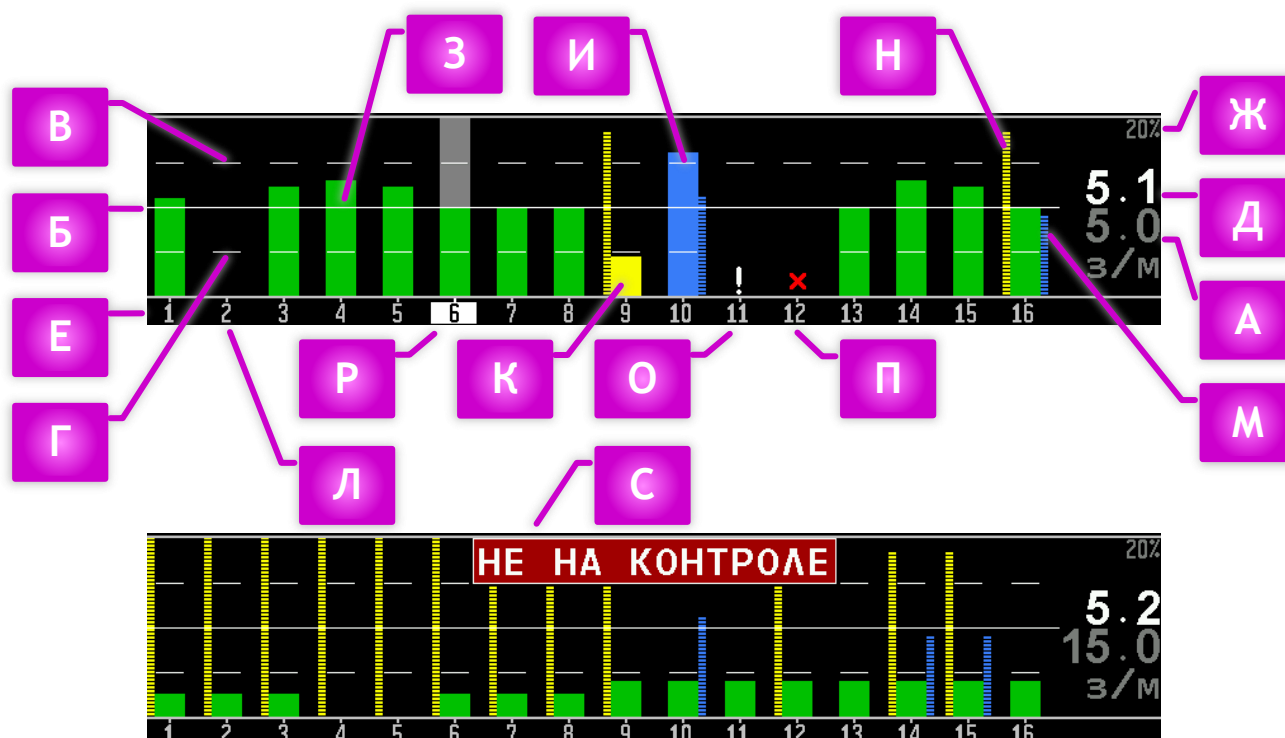

РИСУНОК 5 ДИАГРАММА КОНТРОЛЯ ВЫСЕВА В РЕЖИМЕ КОНТРОЛЯ «ТОЧНЫЙ»
Для режима контроля «Точный» диаграмма состоит из следующих элементов (см. «Рисунок 5»):
[Ж] Показывает заданное значение параметра «Масштаб Пид, %» (масштаб пропусков и двойников) из меню настроек «Параметры диаграммы» (см. пункт 4.8.2.3). Высота столбиков пропусков (см. «Рисунок 5» [Н]) и двойников (см. «Рисунок 5» [М]) пропорциональна их текущему уровню в заданном масштабе.
- Зеленым цветом (см. «Рисунок 5» [З]), если поток семян в пределах допустимого отклонения от заданной нормы (нормальное состояние).
- Синим цветом (см. «Рисунок 5» [И]), если поток семян больше максимального допустимого отклонения от заданной нормы (аварийное состояние).
- Желтым цветом (см. «Рисунок 5» [К]), если поток семян меньше минимального допустимого отклонения от заданной нормы (аварийное состояние).
[М] Синий пунктирный столбик диаграммы показывает уровень двойников по данному сошнику (на рисунке - по шестнадцатому). Высота столбика пропорциональна текущему уровню двойников в заданном масштабе (см. «Рисунок 5» [Ж]).
[Н] Желтый пунктирный столбик диаграммы показывает уровень пропусков по данному сошнику (на рисунке - по шестнадцатому). Высота столбика пропорциональна текущему уровню пропусков в заданном масштабе (см. «Рисунок 5» [Ж]).
- Отсутствует контроль двойников и пропусков. Также отсутствует связанное с ними отображение параметра «Масштаб Пид, %» (см. «Рисунок 5» [Ж]).